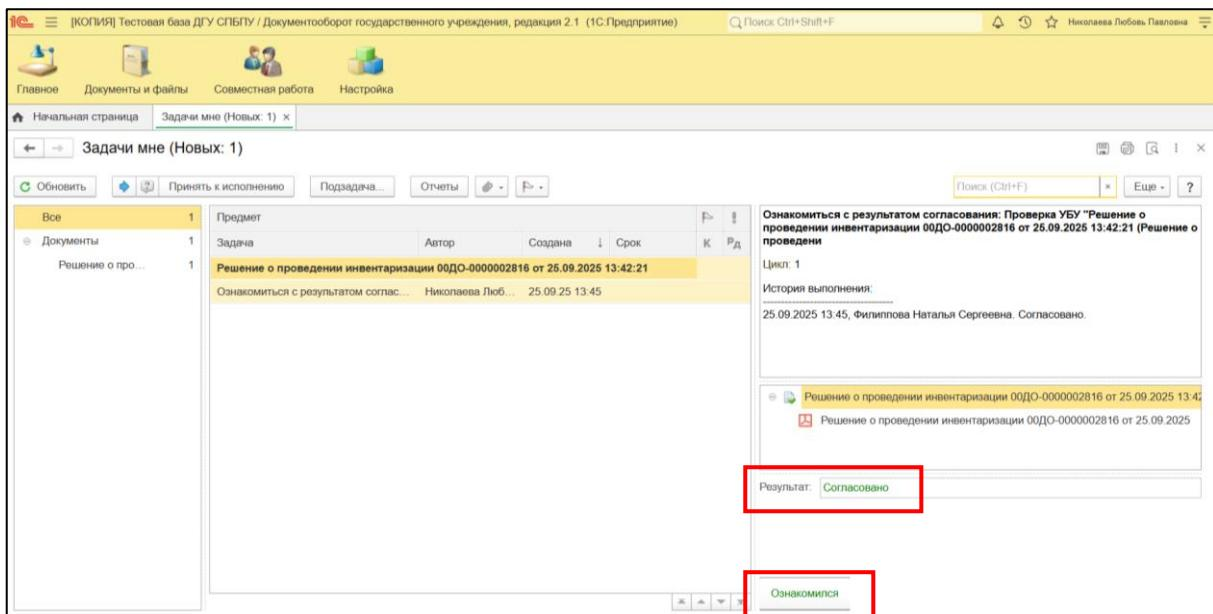

Рисунок 23 – Результат проверки УБУ "Согласовано"
- 4.1. Нажать кнопку «*Ознакомился*» (Рисунок 23).